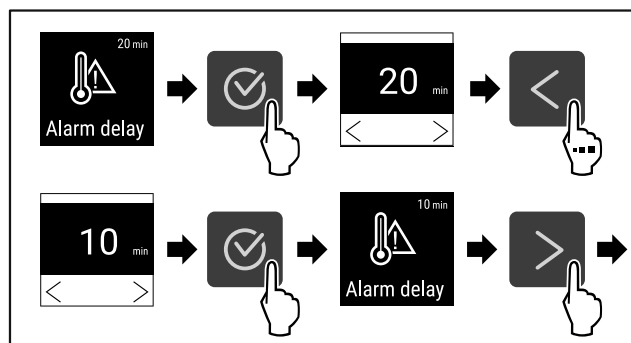

Fig. 115
- ▶ Eseguire i passi (vedere Fig. 115) .